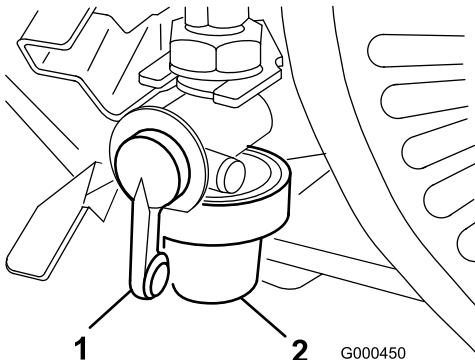

Bild 27
1. Schließen Sie den Kraftstoffhahn und schrauben Sie die Glocke vom Filter ab (Bild 27).